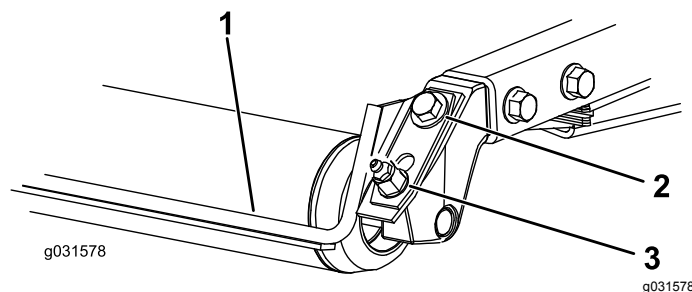

Figura 20
- Allentate il raccordo d'ingrassaggio e la vite di montaggio (Figura 20).